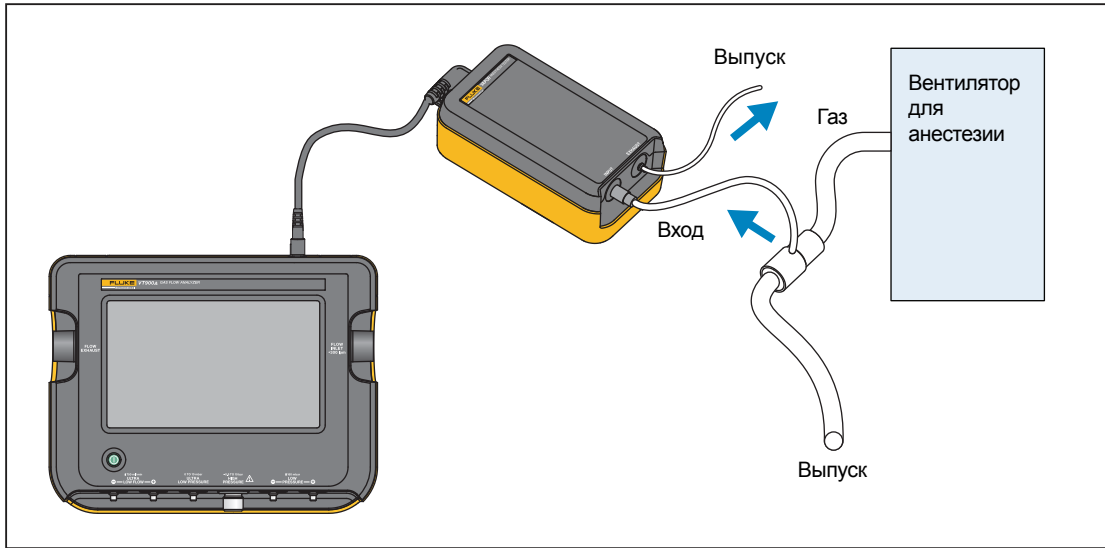

Рисунок 4. Соединения для анестезирующего газа
Разъемы VAPOR представлены на Рисунок 4.
1. Подключите VAPOR следующим образом (см. Рисунок 4):